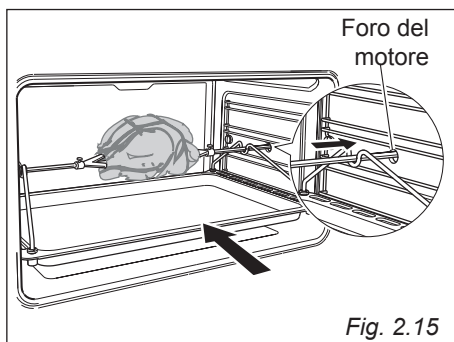

Fig. 2.15
4. Mettere il girarrostro nel forno (fig. 2.15).